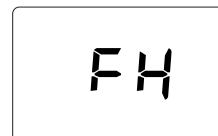

fig. 6- Purjare cu ventilatorul activat
- În următoarele 20 de secunde pe afișaj apare FH, care indică ciclul de evacuare a aerului din instalația de încălzire cu ventilatorul în funcțiune (fig. 6).